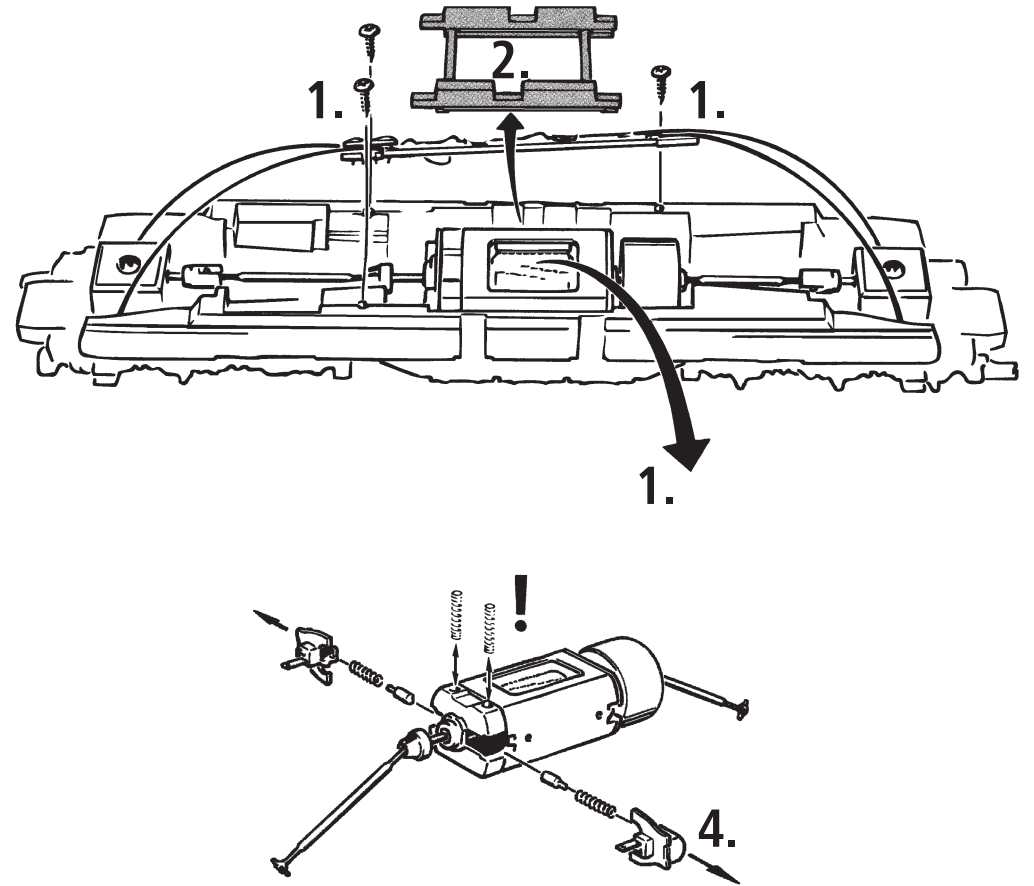

Fig. 9
Schleiferwechsel: siehe Fig. 9
A.C. pick up: see fig. 9
Remplacement courant alternatif: voir fig. 9